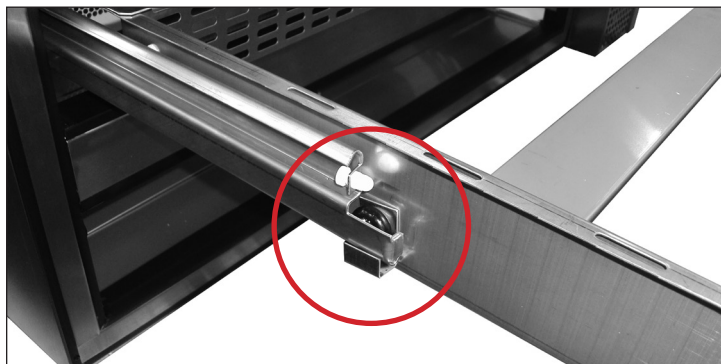

Fig. 1. Localização do clipe de rolamento.
3. Rodar os cliques de rolamento no sentido da posição para baixo. Ver fig. 1 e 2.